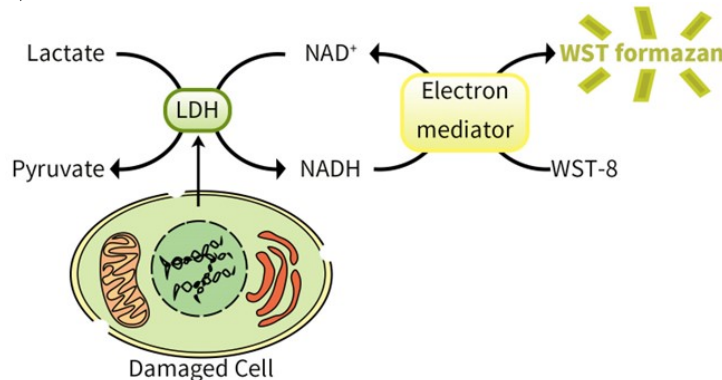

图1. 碧云天乳酸脱氢酶释放检测试剂盒(WST-8法) (C0019)检测原理图。
- 本试剂盒的基本原理如下。在LDH的作用下, NAD⁺被还原生成NADH, NADH和WST-8反应生成NAD⁺和水溶性的甲臞染料(Formazan dye), 在450nm波长下产生吸收峰, 从而可以通过比色来定量LDH的活性。吸光度与LDH活性成线性正相关。该酶联反应原理的示意图如下(图1)。